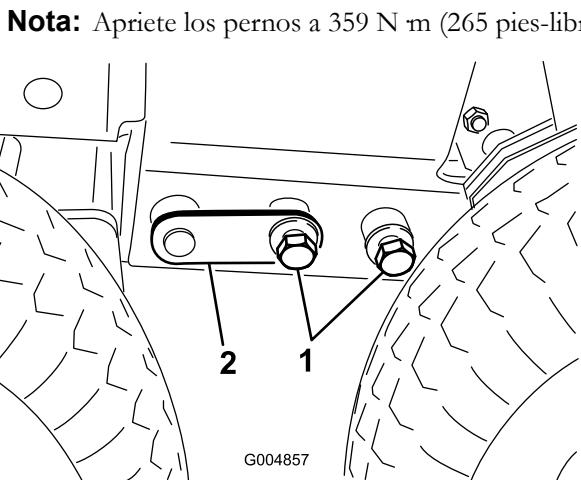

Figura 50
14. Ajuste el gato de suelo según sea necesario para instalar los pernos ($\frac{3}{4}$ ") en cada lado (Figura 50).